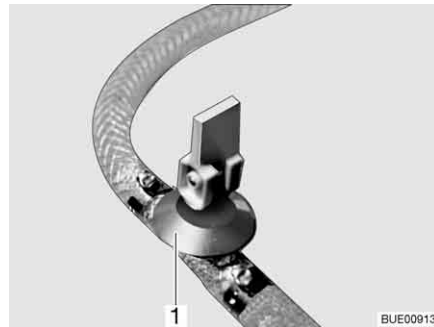
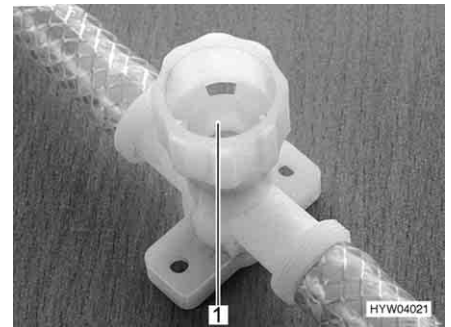

Fig. 154 Robinet de vidange (avec levier à bascule)
Fig. 155 Robinet de vidange (avec capuchon tournant)
- Fermer tous les robinets de vidange. Placer pour ce faire le levier à bascule (Fig. 154, 1) à l'horizontale ou faire tourner le capuchon du robinet de vidange (Fig. 155, 1) dans le sens des aiguilles d'une montre.